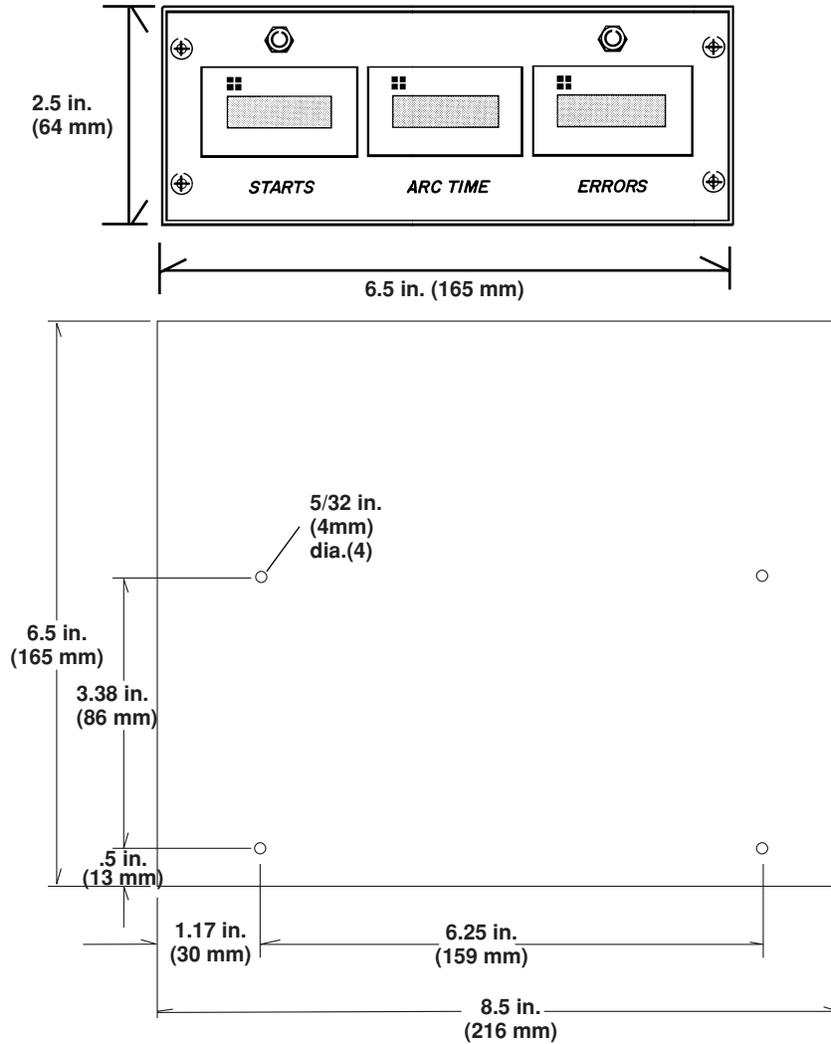

Figura b-1 Dimensiones del Medidor de Tiempo-Contador con los huecos para montar
1. Haga montar el Medidor de Tiempo/Contador para acceso fácil, refiriéndose a la Figura b-1 para las dimensiones. Para montaje fijo del Medidor de Tiempo/Contador, existen cuatro huecos de montaje localizados en el fondo.